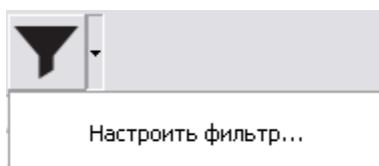

Рис. 172
2. Выберите команду **Настроить фильтр** (Рис. 172).